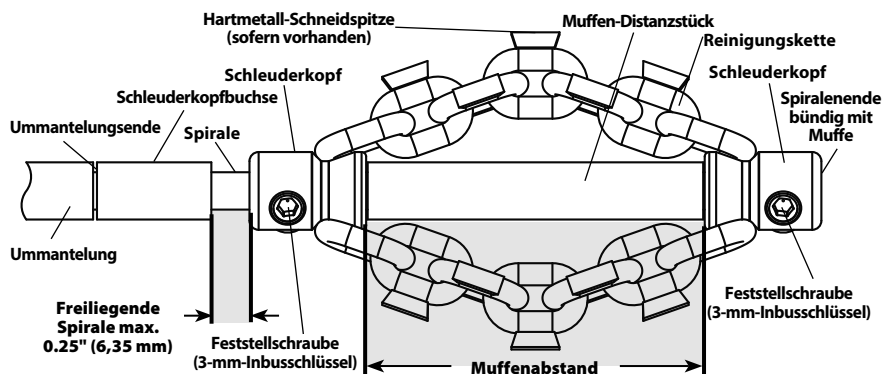

Abbildung 7 – Montage/Einstellung des Kettenschleuderkopfes
2. *Abbildung 7* zeigt schematisch den richtigen Einbau und die Einstellung eines Kettenschleuderkopfs. Bei der Installation/Einstellung von Kettenschleuderköpfen sind zwei wichtige Punkte zu beachten.
6. Kettenschleuderkopf, Buchse und Muffen-Distanzstück wie in *Abbildung 7* gezeigt
- Wenn der Kettenschleuderkopf wie in Abbildung 7 gezeigt korrekt an der Spirale installiert ist, ziehen Sie die Feststellschrauben mit dem mitgelieferten Inbusschlüssel fest. Sind die Feststellschrauben nicht festgezogen, kann der Kettenschleuderkopf abrutschen und die Spirale beschädigen oder in den Abfluss fallen.